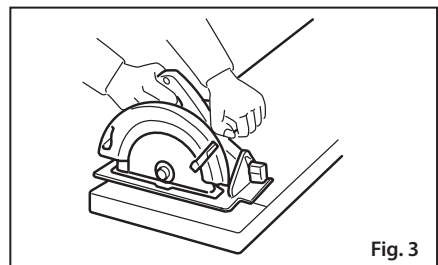
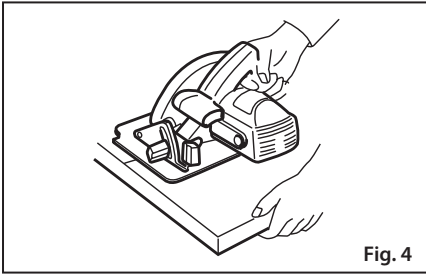

Fig. 3
Fig. 4
20. Coloque a parte mais larga da base da serra na parte da peça de trabalho que está apoiada com firmeza. A fig.3 ilustra a forma certa de cortar a extremidade de uma placa e a fig.4 a forma errada de operação. Se a peça for curta ou pequena fixe-a, não tente segurar peças curtas com a mão.